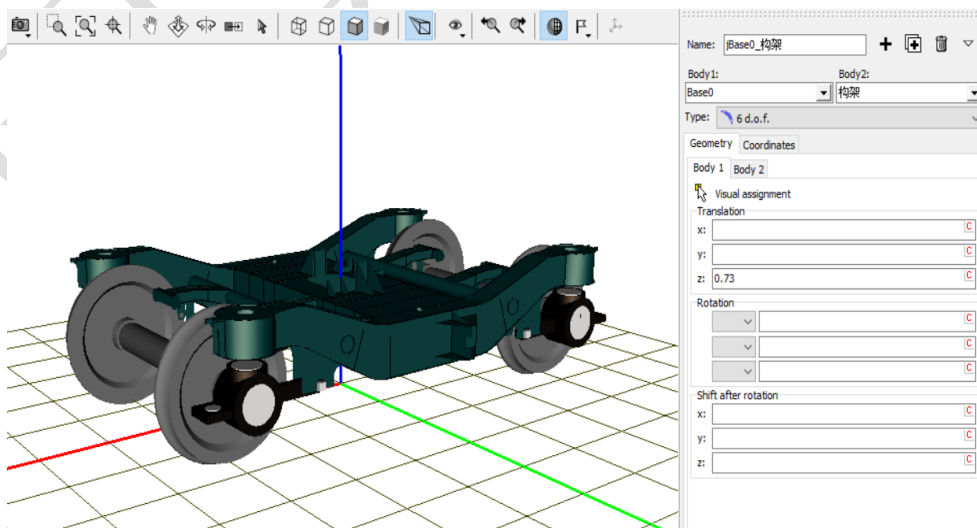

图 3-10
- 17) 创建第五个铰，**Body1** 选择 Base0，**Body2** 选择构架，类型为 **6 d.o.f.**，铰点坐标分别为 $(0, 0, 0.73)$ 和 $(0, 0, 0)$ 。切换到整体视图，如图 3-10。